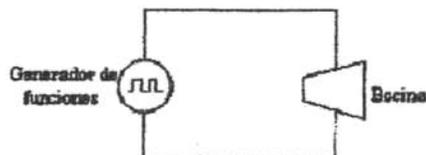

Figura 2.5
- Arme el circuito de la Figura. 2.5